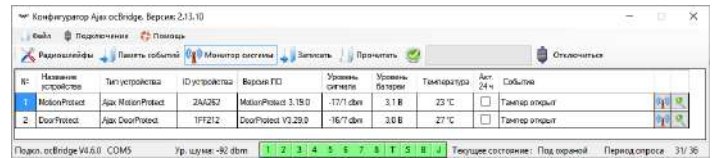
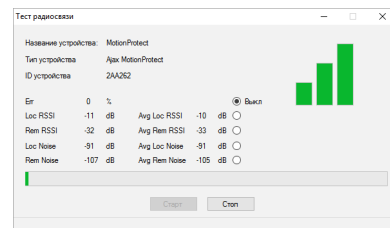

РИС. 6. Вкладка «Монитор системы» конфигуратора
РИС. 7. Тест уровня сигнала
4.5. Выберите оптимальное место для установки датчиков. Обязательно проверьте уровни сигнала подключенных устройств! Тесты уровня радиосигнала можно выполнить из вкладки «Монитор системы» конфигуратора, нажав кнопку с антенной напротив выбранного датчика (РИС. 6) и только тогда, когда датчики вошли в рабочий режим и не подсвечиваются красным цветом! Результаты прохождения теста отображаются в конфигураторе (РИС. 7) в виде 3-х столбцов-индикаторов, а также на самом датчике. Результаты теста уровня сигнала могут быть следующими: